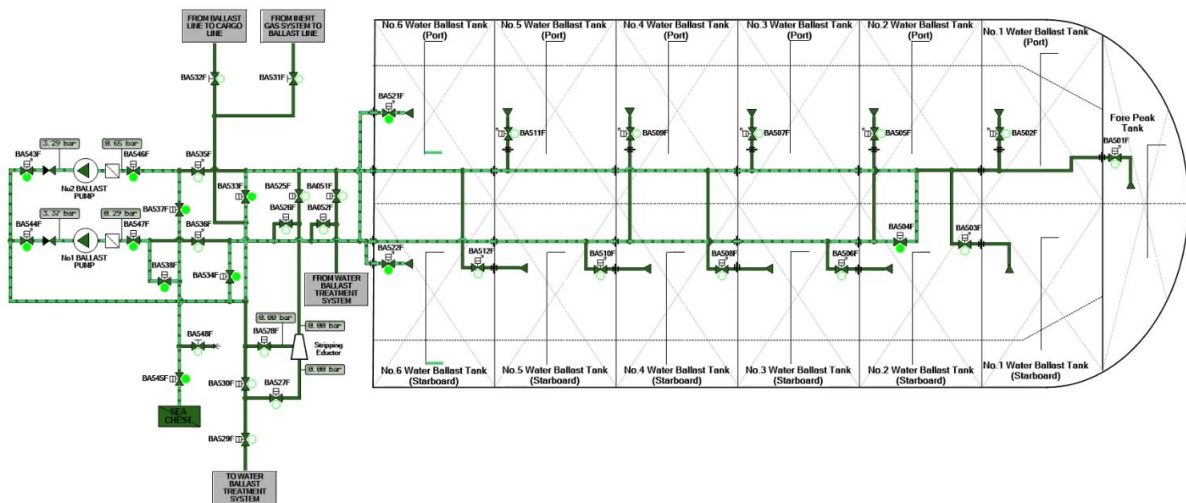

Figura 60- esquema circulació de l'aigua
4. Un cop fet tots aquests passos ja estem a punt per activar les bombes d'aigua. Aquest serà el recorregut que farà l'aigua a través del circuit (*Figura 60*).